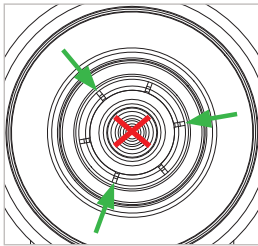

Abbildung 15
- ▶ Geben Sie je einen kurzen Sprühstoß mit dem Zielröhrchen zwischen jede zweite Spannzange (*Abbildung 15*).
Achtung: Der Schmierstoff darf nicht in den Gaskanal gelangen (*Abbildung 15*).